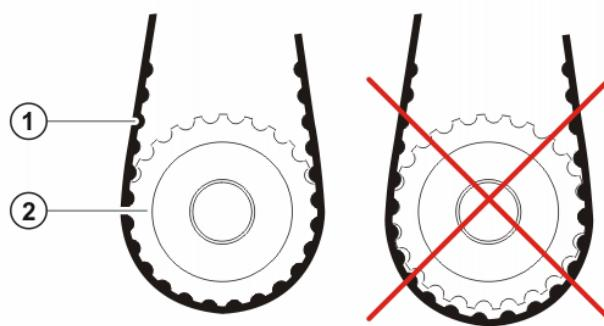

Abb. 9-10: Zahriemen und Zahriemenritzels
- Neuen Zahnriemen A5 einsetzen. Darauf achten, dass Zahnriemen und Zahnriemenritzel richtig ineinander greifen (>>> Abb. 9-10).